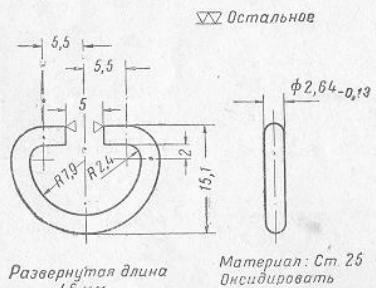

Рис. 8. Кольцо для шнура
(I) Изготовить кольцо вновь (рис. 8).